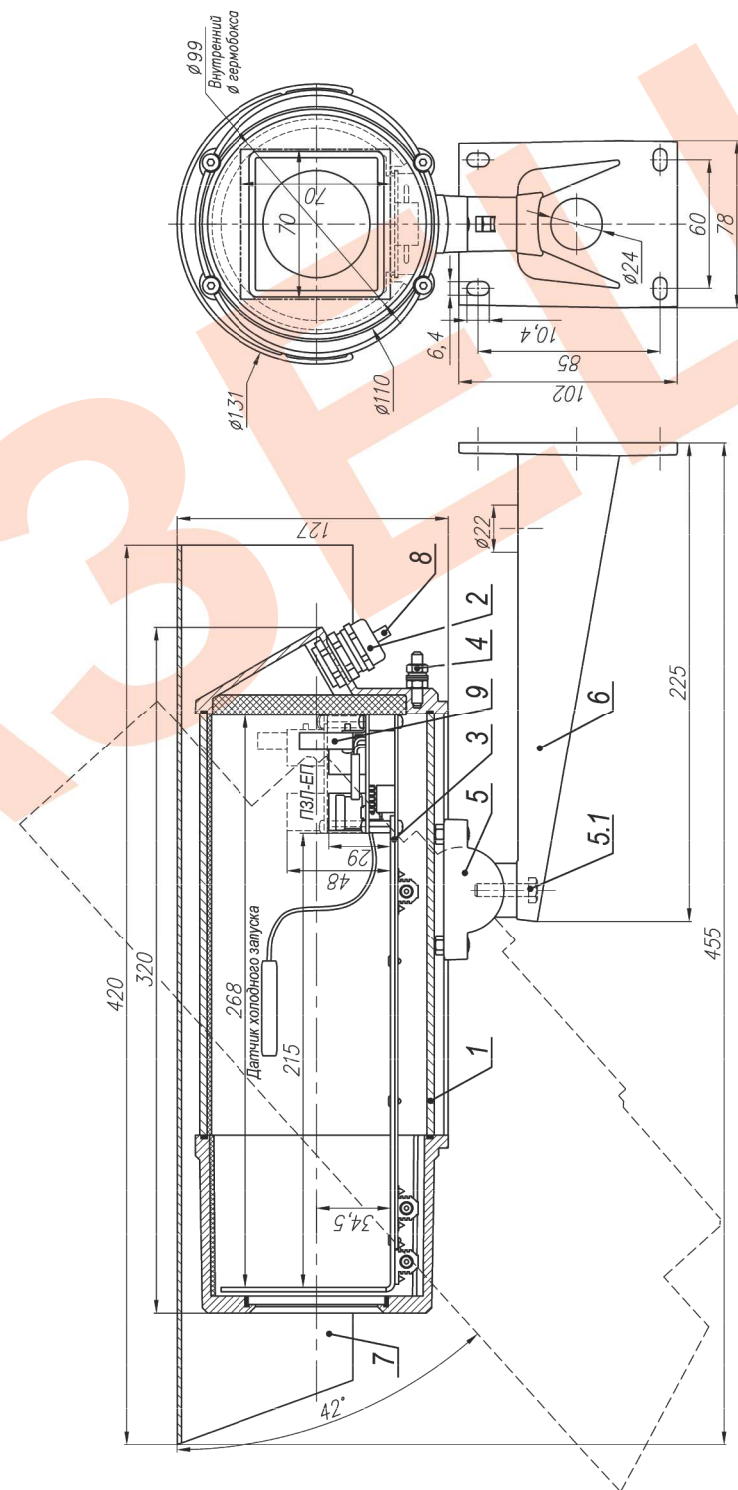

Рис.1 Состав и габаритно-установочные размеры ТГБ-7 PoE+
2. Выдвинуть модуль видеокамеры (поз.3 рис.1) из кожуха.
4. Закрепить датчик холодного запуска (рис.1) на верхней поверхности корпуса видеокамеры с помощью площадки самоклеящейся и стяжки нейлоновой.
10. Ослабив болт фиксации шарнира (поз.5.1 рис.1), установить гермобокс на нужное направление обзора, после чего надёжно зафиксировать шарнир затянув болт.
11. Заземлить гермобокс с помощью болта заземления (поз.4 рис.1).
11. Габаритные размеры ..... см. рис.1
В состав изделия входят (см. рис.1):